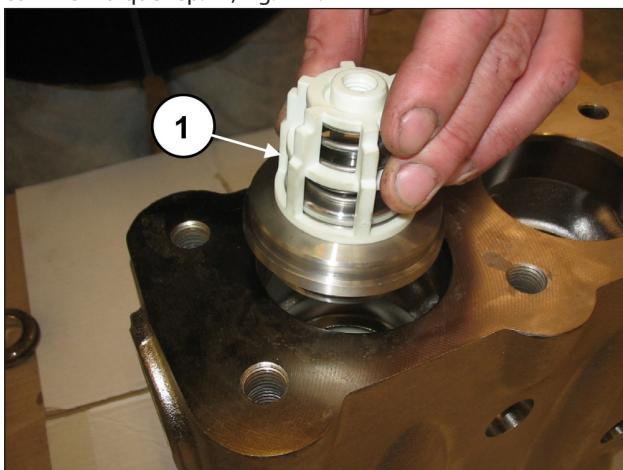
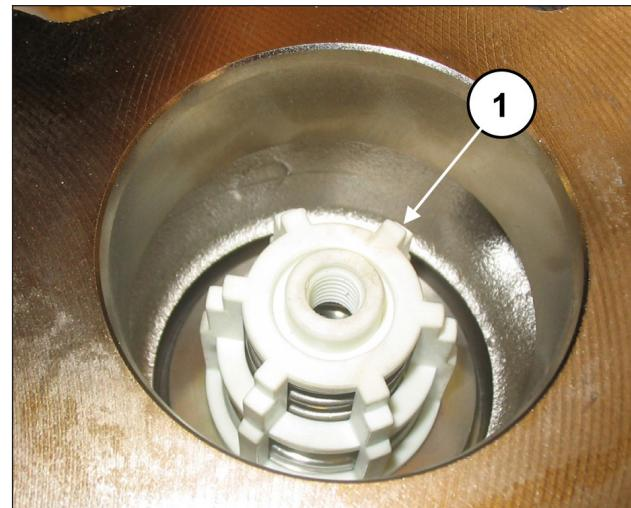

Fig. 120
Fig. 121
Placer le groupe souape de refoulement (rep. ①, Fig. 120). Engager à fond le groupe souape qui devra être positionné comme indiqué rep. ①, Fig. 121.